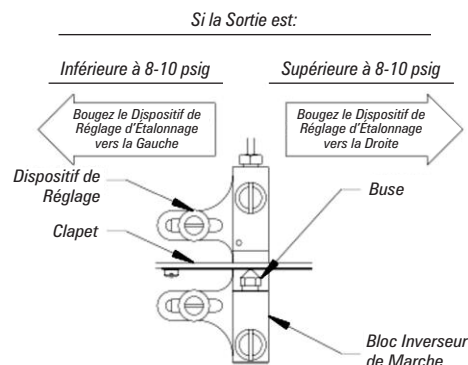

Figure 8 Réglage de l'Intervalle du Régulateur à Action Inverse
- Réglez l'intervalle du régulateur en desserrant les deux vis et en bougeant le dispositif de réglage d'étalonnage sur une petite distance, de la façon indiquée dans la Figure 8.
Voir la Figure 8 pour les positions de réglage.